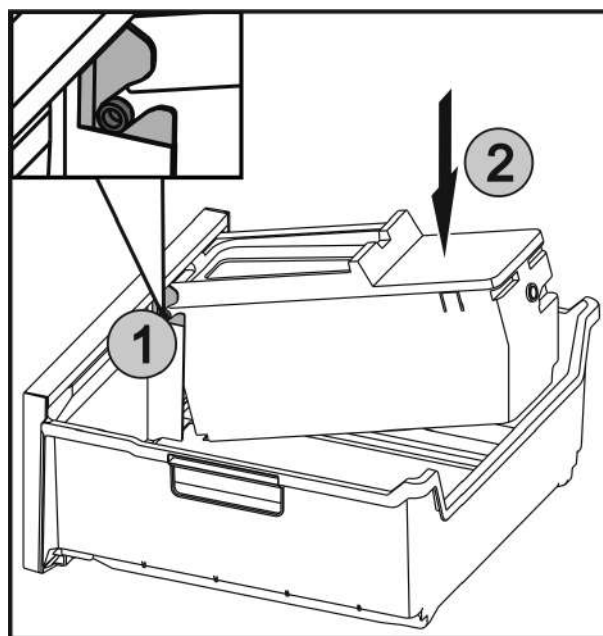

Fig. 33
- ▶ Вставити осі Fig. 33 (1) на EasyTwist-Ice у напрямні та натискати на задню сторону Fig. 33 (2) до фіксації накладки.